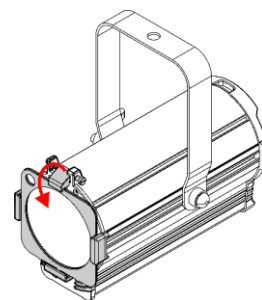

Fig. 15
- 04) Abbassare il **fermo del portagelatina (02)** per rilasciare la **vite a molla (01)** (vedere la Fig. 15). La cornice cromatica viene bloccata in posizione.
- 05) Fissare la cornice a colori alla struttura aerea con un attacco secondario adeguato, ad esempio un cavo di sicurezza. Far passare il cavo di sicurezza attraverso l'**occhiello di sicurezza (17)** del portagelatina. Per ulteriori informazioni, consultare il paragrafo **4.3 Rigging** a pagina 13.